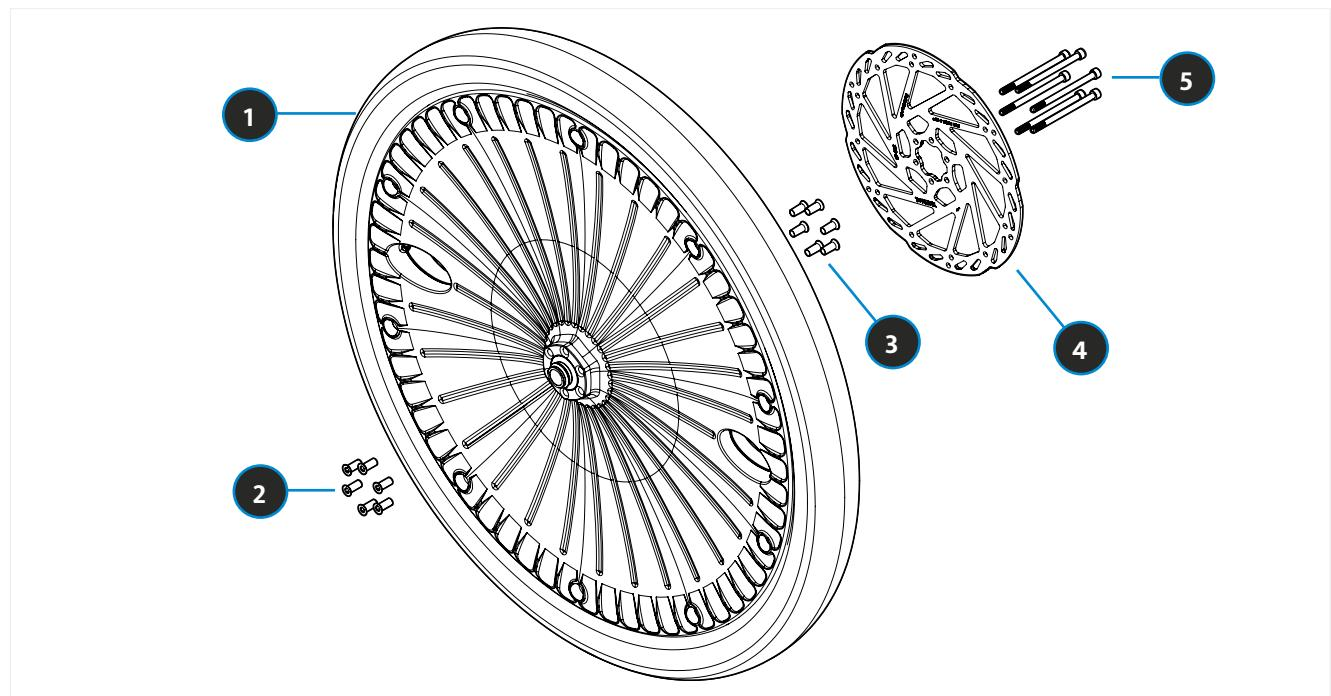

BILD 55 REIHENFOLGE: MONTAGE BREMSSCHEIBE
- i **Die Reihenfolge der Hülsen beachten (siehe Bild 55).**